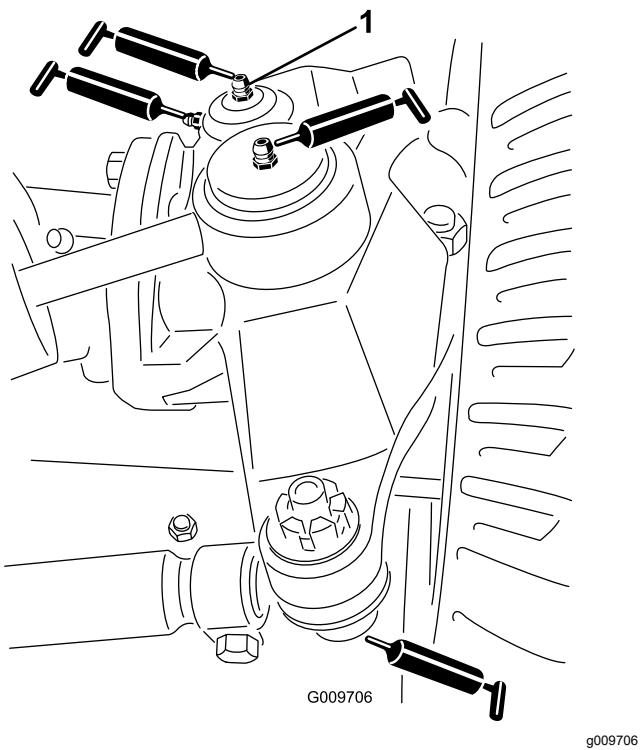

Figura 58
- Articulaciones esféricas del cilindro de dirección (2); consulte Figura 58
- Articulaciones esféricas de la barra de acoplamiento (2); consulte Figura 58
- Casquillos del pivote de dirección (2); consulte Figura 58.